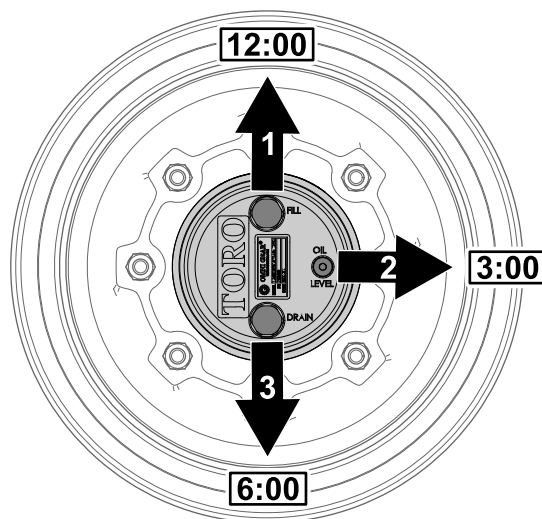

図 104
1. 水平な床面で、補給プラグが時計の12時の位置、点検プラグが3時、ドレンプラグが6時の位置を指すように駐車する 図 104。
2. 3時の位置にある点検プラグを外す 図 104。
1. 水平な床面で、補給プラグが時計の 12 時の位置、点検プラグが 3 時、ドレンプラグが 6 時の位置を指すように駐車する 図 104 **プラネタリギアオイルの点検 (ページ 68)** を参照。